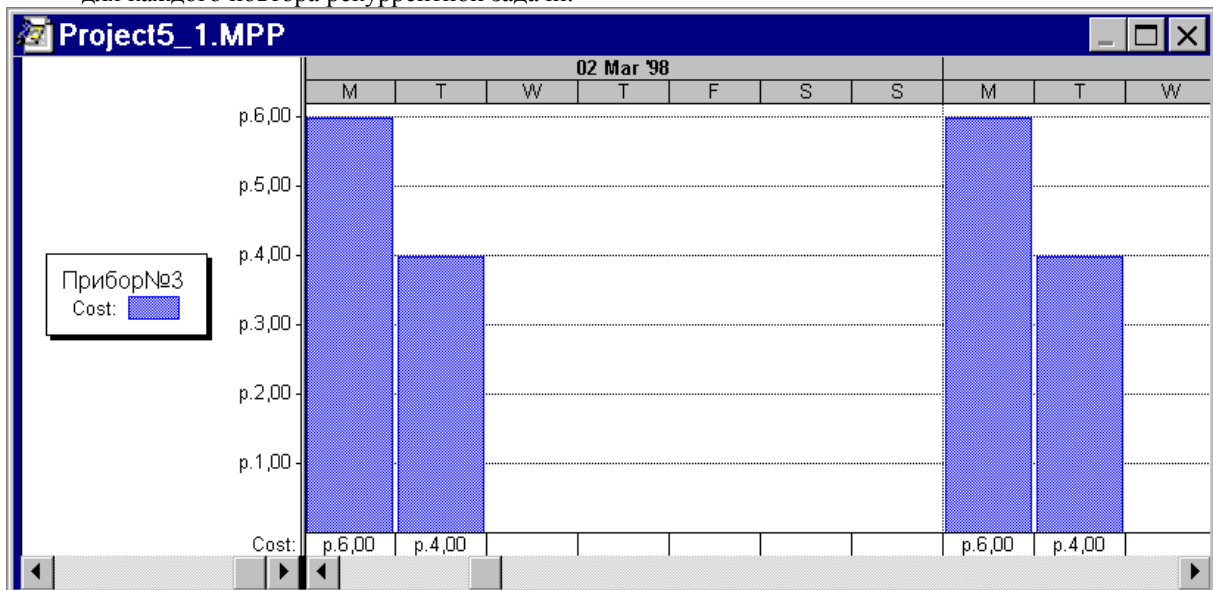

Рис.5.6.
5.5. Просмотреть **график стоимости ресурсов** («Прибор№3») для «Подзадачи №9\_Рек.». Образец представлен на Рис.5.6.